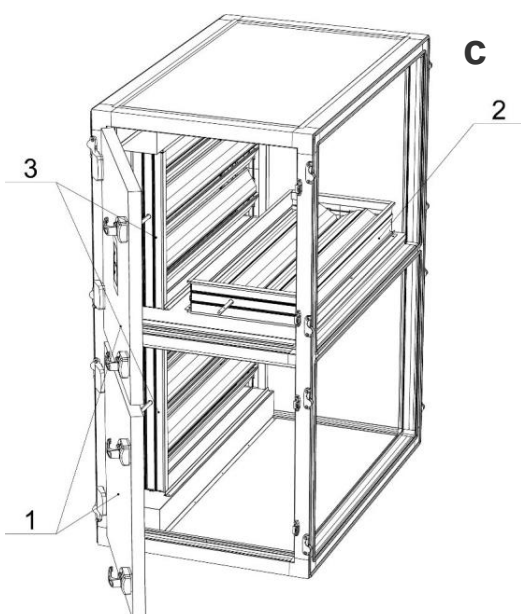

Abbildung 6.7.3 -
3. Zweistufiges Mischteil mit drei Klappen innen übereinander (Abbildung 6.7.3 / **(c)**) oder nebeneinander